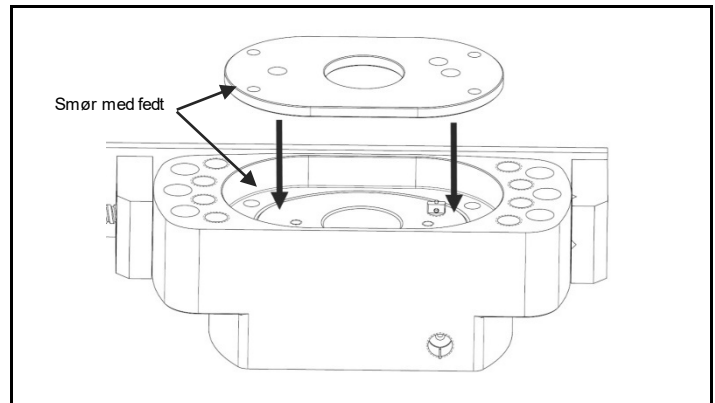
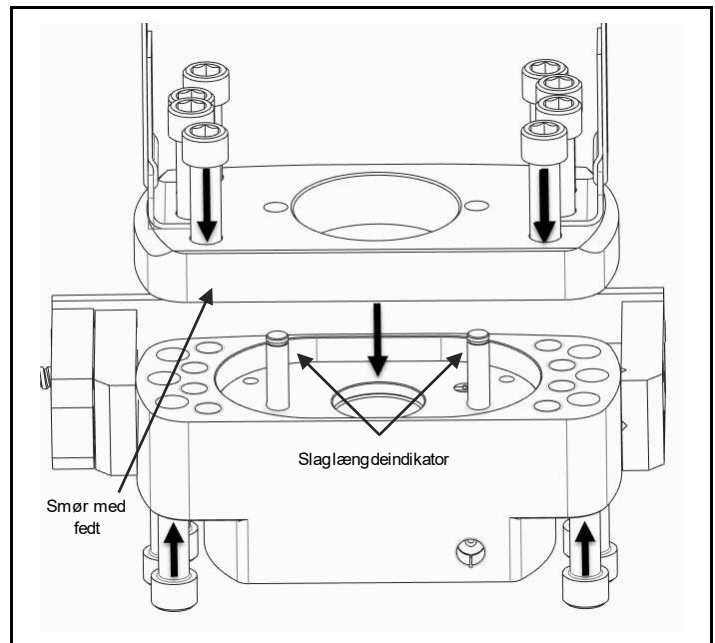

Fig. 4.10 Smør med fedt, indsæt aflastningsventilsamling under fjedertilbageholdelsesplade
Fig. 4.11 Smør med fedt, indsæt slaglængdeindikatorstift, sæt grænsepladen på kroppen
- Sørg for, at justeringen mellem aflastningsventilen og slaglængdeindikatorerne opretholdes under samlingen. (Fig. 4.10/ Fig. 4.11)